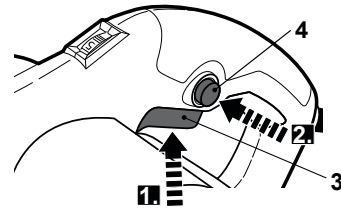

Fig. 14
- > Encienda el producto presionando el interruptor de Encendido/Apagado (3) y manténgalo presionado (Fig. 14, paso 1).
- > Presione el botón de bloqueo (4) y manténgalo en esa posición para bloquear el interruptor de Encendido/Apagado (3) (Fig. 14, paso 2).
- > Suelte el botón de bloqueo (4) y el interruptor de Encendido / Apagado (3). El interruptor de Encendido/Apagado estará ahora bloqueado para un uso en continuo.
- > Presione y suelte el interruptor de Encendido / Apagado (3) para apagar el producto.